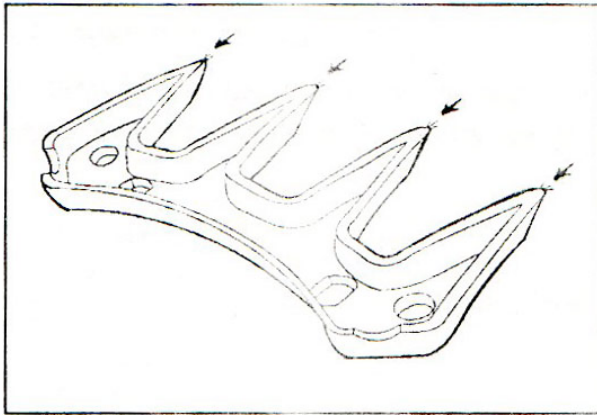

Рис. 8. Определение правильной заточки ножа.
- Следует проверить наличие небольших заусенцев на передней части всех вершин и боковых поверхностей заточенных ножей и гребенок. Заусенцы должны отвалиться при прикосновении к ним (см. рис. 8).